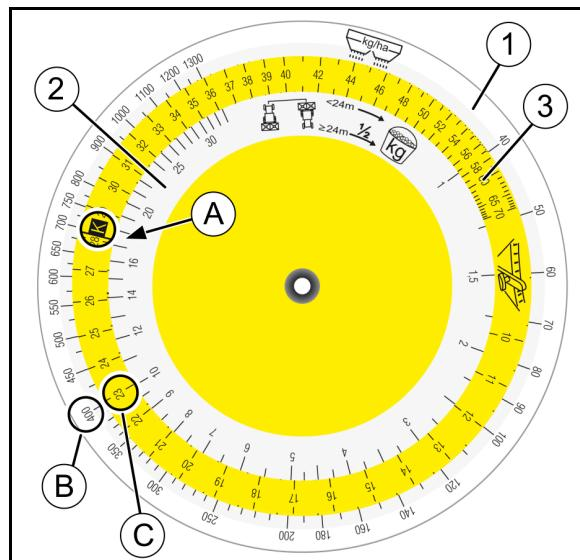

Рис. 59
- На обратной стороне логарифмического диска (Рис. 59/1) для желаемой рабочей ширины захвата **18 м** найдите требуемый контрольный участок **27,75 м** для площади рассева **1/40 га**.
7. Возьмите в руки логарифмический диск приспособления для установки сеялки на норму высева. По шкале (Рис. 59/2) для собранного количества [кг] найдите числовое значение 17,5 (A) и установите напротив положения "K" (B) цветной шкалы (Рис. 59/3).
8. Найдите желаемую норму внесения удобрений (400 кг/га) (C) на шкале для нормы внесения (Рис. 59/1) и снимите показание требуемого положения заслонки (позиция) "23" (D).